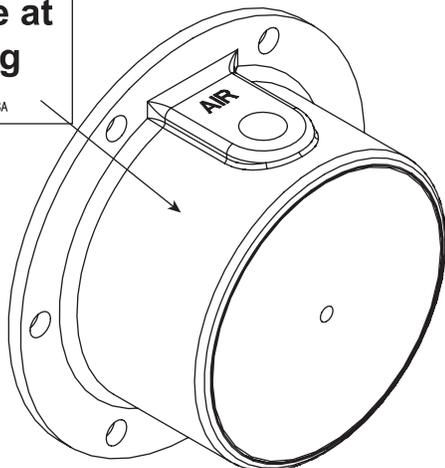

Figura 34. Posición recomendada de montaje de la calcamonia
2. Si la calcamonía L918 se incluye en el paquete de literatura, instálela en la tapa de la maza como se muestra en la figura 34.